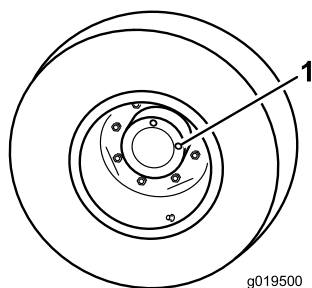

Figura 66
1. Con la macchina parcheggiata su terreno pianeggiante, posizionate la ruota in modo che un tappo di controllo (Figura 66) si trovi a ore 12 e l'altro a ore 3.
1. Tappo di controllo (2)
2. Rimuovete il tappo a ore 3 (Figura 66). L'olio deve essere in fondo al foro del tappo di controllo.